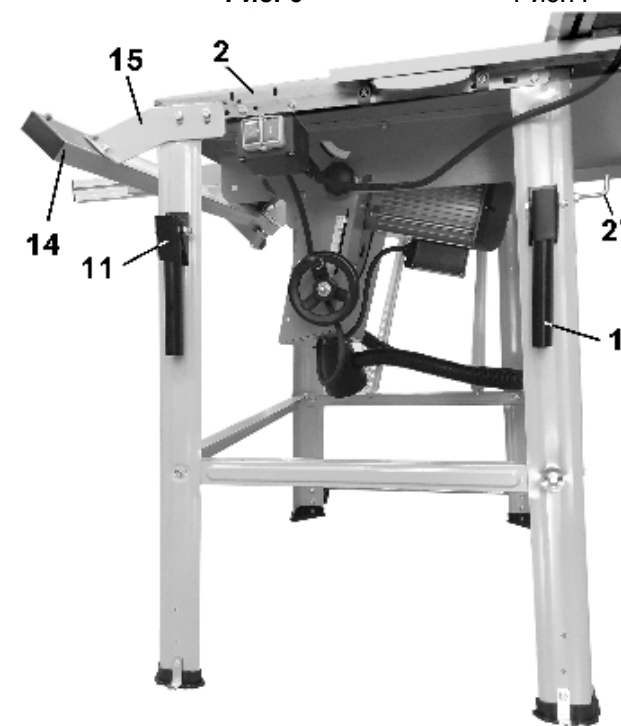

Рис. 7
8.1.10. На ножках основания (28) с противоположной стороны колёс (17) установите и закрепите ручки перемещения (11) и крючок (27) для спецключей, Рис.7.
8.1.11. Как показано на Рис.7 на торце рабочего стола (2) установите и закрепите два кронштейна (15), под один из кронштейнов (15) установите дистанционную пластину, см. комплектность, Рис.1 поз. (Б).
8.1.12. На кронштейнах (15) закрепите направляющую углового упора (14), Рис.7.